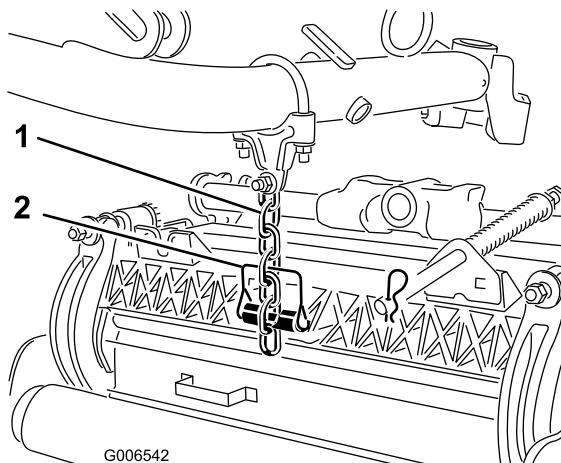

Figura 18
7. Fissate la catena del braccio di sollevamento alla staffa della catena dell'apparato di taglio (Figura 18) con il perno di ritenuta, come indicato di seguito: